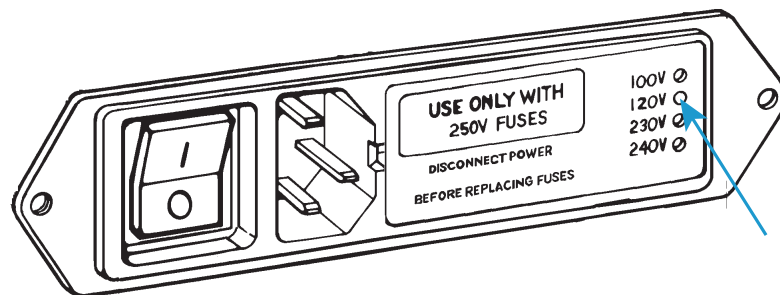

Abbildung 4. Netzeingangsbuchse mit Spannungseinstellung
2. Kontrollieren Sie die Netzeingangsbuchse und beziehen Sie sich auf Abbildung 4 auf Seite 38. Rechts von der Netzbuchse befinden sich vier Bohrungen untereinander, die jeweils für eine Netzspannung stehen. Die aktuelle Spannung ist durch
einen weißen Kunststoffstift angegeben, der in einer der Bohrungen sichtbar ist. Die in Abbildung 4 angezeigte Spannung ist 120V.
3. Entfernen Sie den Sicherungshalter (1) aus der Netzeingangsbuchse, wodurch die Spannungswählerkarte freigelegt wird (2), wie unten gezeigt.
4. Mit einer Flachzange entfernen Sie die Spannungswählerkarte (2), wie unten gezeigt. Die Spannungsanzeige ist beschriftet (3).
5. Halten Sie die Spannungswählerkarte so, dass der Anzeigestift wie in (3) abgebildet nach oben zeigt. Halten Sie den Stift in dieser Position und drehen Sie die Karte, bis die erforderliche Spannung unten auf der Karte angezeigt wird.
8. Setzen Sie den Sicherungshalter wieder in der Netzeingangsbuchse ein. Überprüfen Sie, dass der Anzeigestift jetzt die richtige Netzspannung anzeigt. Siehe **Abbildung 4** auf Seite 38 zur Information.